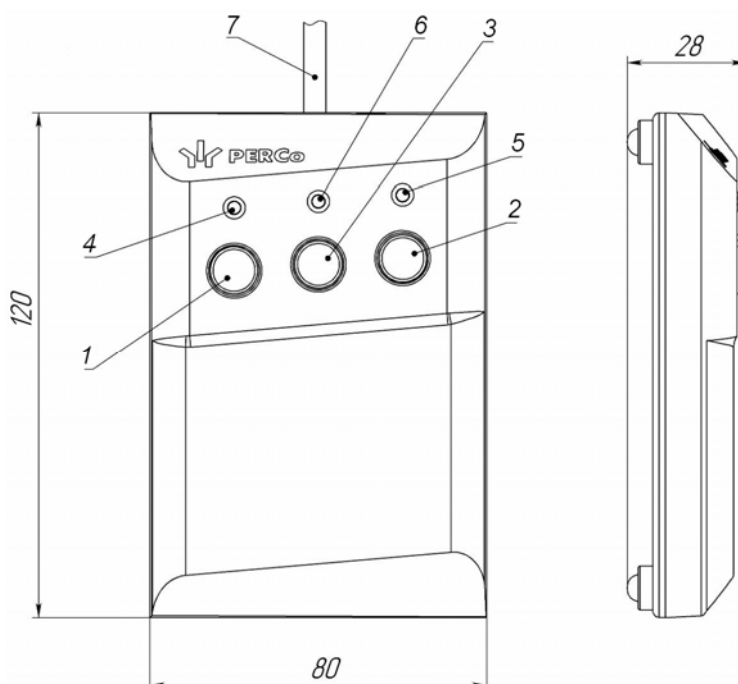

Рисунок 4. Общий вид и габаритные размеры ПДУ
ПДУ (12) выполнен в виде небольшого настольного прибора в корпусе из ударопрочного АБС пластика и предназначен для подачи команд управления оператором при ручном управлении ЭП и индикации текущего состояния направлений прохода ЭП. Внешний вид и габаритные размеры ПДУ показаны на рис. 4.